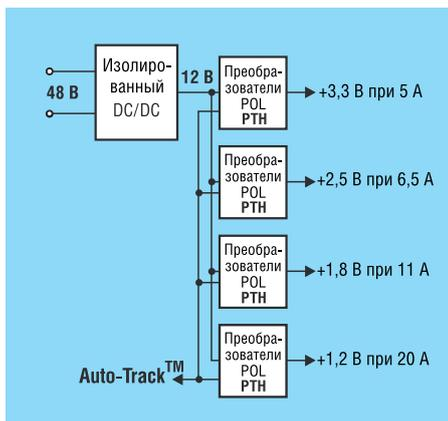

Рис. 2. Архитектура ИВА с одной шиной питания
Чтобы избавиться от ограничений по размеру и стоимости в распределенной структуре питания, во втором поколении схем начали использовать архитектуру с одной шиной с фиксированным напряжением (IBA) (см. рис. 2). Такая схема использовала единственный изолированный источник питания и много неизолированных DC/DC-преобразователей (POL – Point of Load). Эти преобразователи POL могут быть как в виде модулей, таких как модули серии **PTH** от Texas Instruments (TI), так и в виде дискретных понижающих конверторов. Изолированный преобразователь работает при таком же входном напряжении, как и преобразователь первого поколения, в диапазонах от 36 до 75 В или от 18 до 36 В. Данная
Для более точного сравнения в каждом примере на рис. 2, 3 и 4 используются одинаковое напряжение и ток на выходе. Данные примеры основаны на теоретической базовой станции, используемой многофункциональные цифровые сигнальные процессоры (DSP) с соответствующими аналоговыми и цифровыми цепями. Напряжения на выходе составляют 3,3 В при 5 А, 2,5 В при 6,5 А,